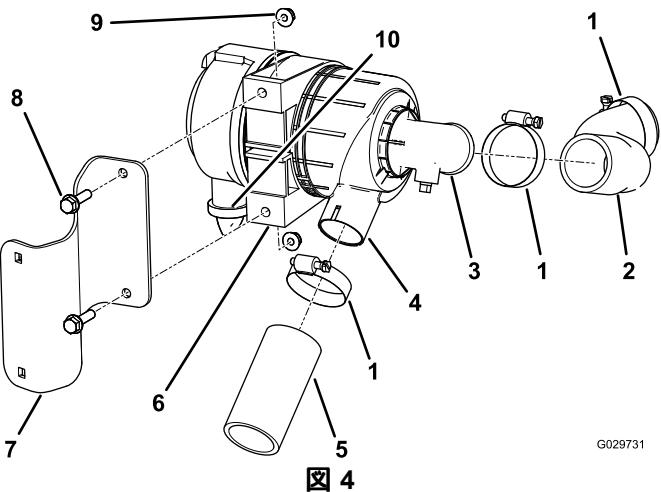

図4
5. ホースクランプを使って、新しい長いホースを、既存のエアフィルターセンブリの90度フィッティングに仮止めする図4。
6. エアフィルタハウジングの統合ポートに短いホースを接続して、クランプで固定する図4。
7. 固定ストラップを図4のように配置する。